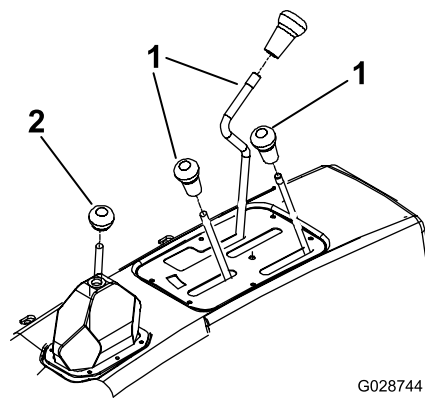

Figure 5
- Dévissez et déposez le pommeau de tous les leviers de la console et du levier de vitesse (Figure 5).